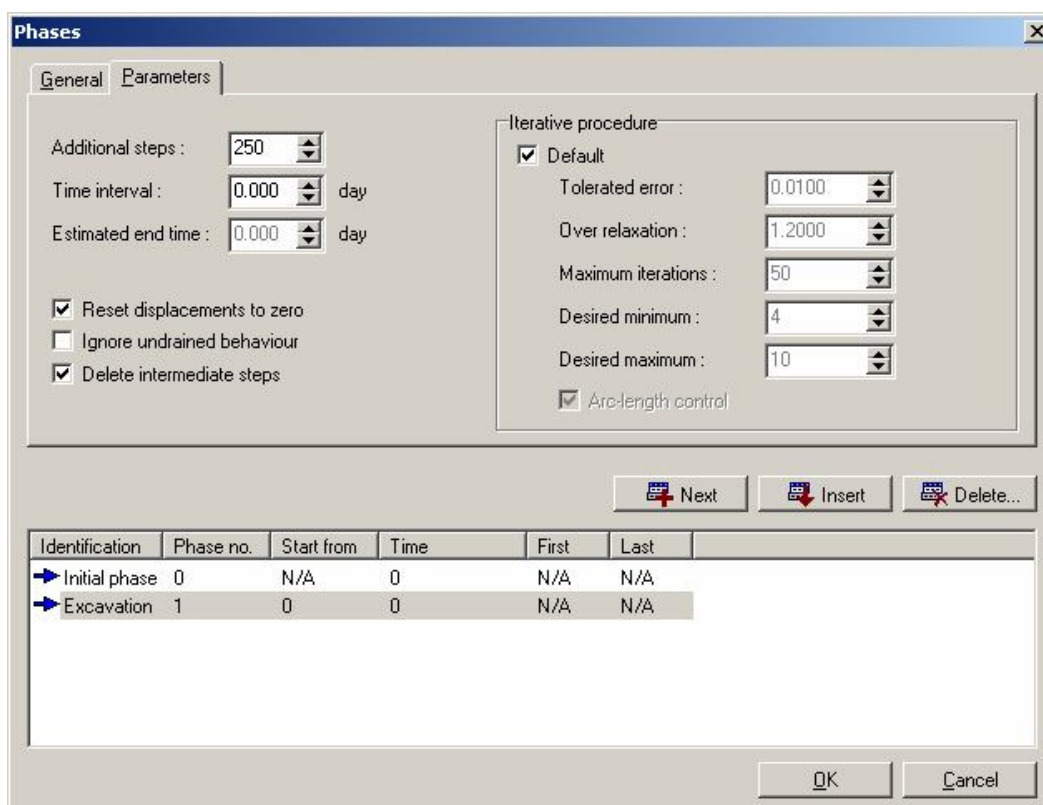

Рисунок 2.19 – Вкладка *Parameters* (Параметры) окна *Phases* (Фазы)
- Вкладка *Parameters* (рис. 2.19) содержит управляющие параметры расчета. Сохраните в групповом блоке *Iterative procedure (Итерационная процедура)* параметры, задаваемые по умолчанию, а в поле *Additional steps (Дополнительные шаги)* задайте число 250. Проверьте, чтобы была включена флаговая кнопка *Reset displacements to zero (Обнулить перемещения)*, чтобы сбросить на ноль (нереалистичные) деформации, которые будут получены при расчете начальных напряжений на начальной фазе.